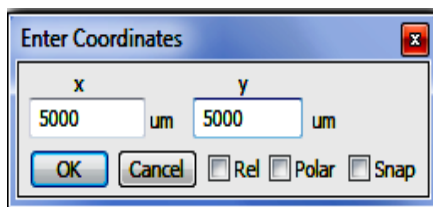

Рис. 44
3. Установите курсор на верхний правый угол формы, нажмите левую кнопку мышки и клавишу **Tab**. В открывшемся окне ввода координат (рис. 44) снимите отметку **Rel**, в поля **x** и **y** введите **5000**, нажмите **OK**.